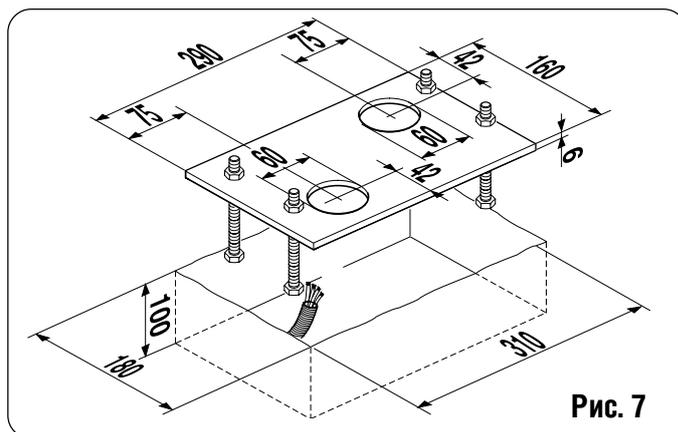

Рис. 7
3) Подготовьте постамент для основания так, как показано на рис.7, и укрепите пластину основания, снабдив одним или более кожухом для проводки электрических кабелей. Используя строительный уровень, проверьте, чтобы плита была выставлена ровно. Подождите, пока не схватится цемент.